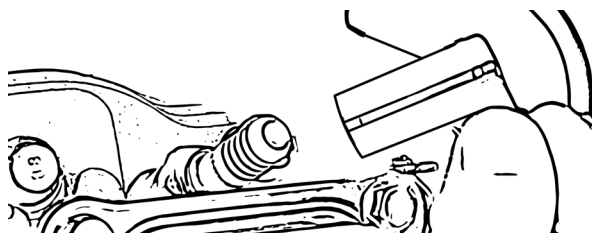

Figure 31
- Emboîtez l'ensemble sur la bougie, fig.31.